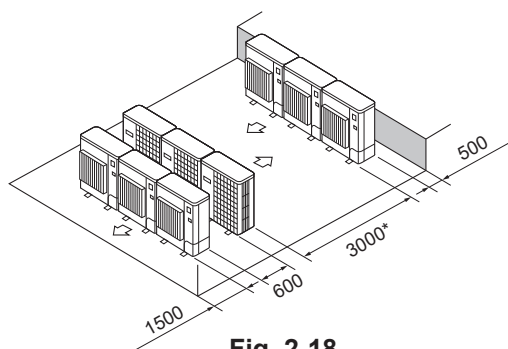

Fig. 2-18
(6) Flere parallelle enheder arrangement (Fig. 2-18)